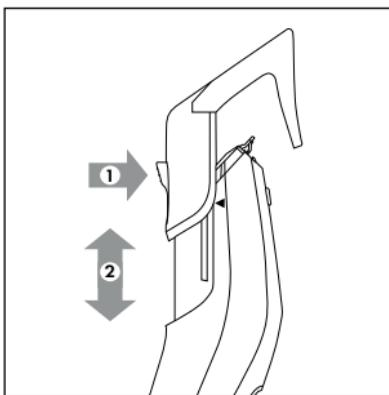
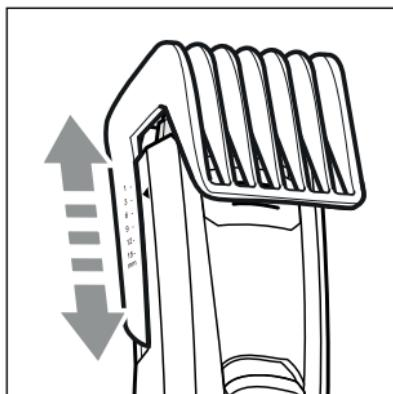

Abb. 3
Abb. 4
- ◆ Drücken Sie den Knopf hinten am Kammaufsatz **10/11** und schieben Sie den Kammaufsatz **10/11** nach oben oder unten (siehe Abb. 3). So stellen Sie die gewünschte Schnittlänge ein (siehe auch Kapitel **Haare schneiden**).
- 2) Kämmen Sie das Haar gut durch (ein Kamm ⑭ ist im Lieferumfang enthalten).
- 3) Stellen Sie die Schnittlänge je nach gewünschter Haarlänge am Kammaufsatz ⑩/⑪ ein. Drücken Sie dazu den Knopf hinten am Kammaufsatz ⑩/⑪ und verschieben Sie den Kammaufsatz ⑩/⑪ nach oben oder unten (siehe Abb. 3). Die Schnittlängen können Sie seitlich an den Markierungen des Kammaufsatzes ⑩/⑪ ablesen (siehe Abb. 4). Beginnen Sie zuerst mit einer längeren Schnittlänge und verwenden Sie im Verlauf des Schneidens stufenweise kürzere Schnittlängen.
- ◆ Stellen Sie die Schnittlänge je nach gewünschter Haarlänge am Kammaufsatz **10/11** ein. Drücken Sie dazu den Knopf hinten am Kammaufsatz **10/11** und verschieben Sie den Kammaufsatz **10/11** nach oben oder unten (siehe Abb. 3). Die Schnittlängen können Sie seitlich an den Markierungen des Kammaufsatzes **10/11** ablesen (siehe Abb. 4). Kürzen Sie Ihren Bart nun stufenweise.